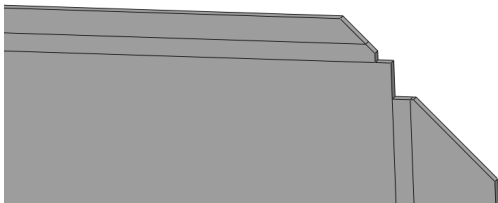

图 13-68 创建拉伸切除特征
(21) 退出草图绘制环境，弹出【切除-拉伸】属性管理器，选择【完全贯穿】选项，选中【反侧切除】复选框，单击【确定】按钮，创建拉伸切除特征，如图 13-68 所示。